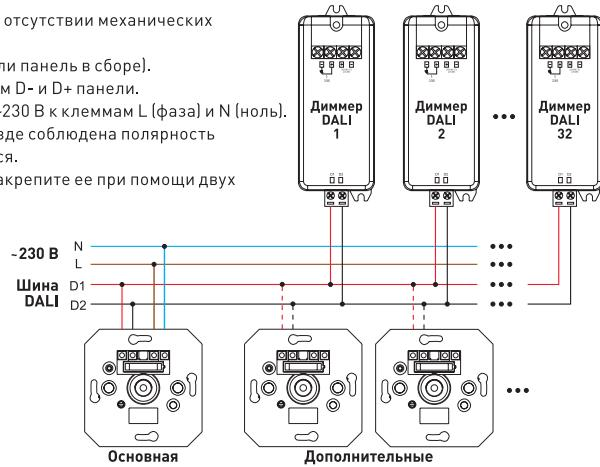

Рисунок 2. Схема соединения оборудования при подключении одной панели к сети ~230 В.
- ▼ В схеме на Рис. 2 основная панель управляет питанием от сети ~230 В и обеспечивает питание на шине DALI. Дополнительные панели получают питание по шине DALI от основной панели. Управлять всеми диммерами можно с любой панели независимо.